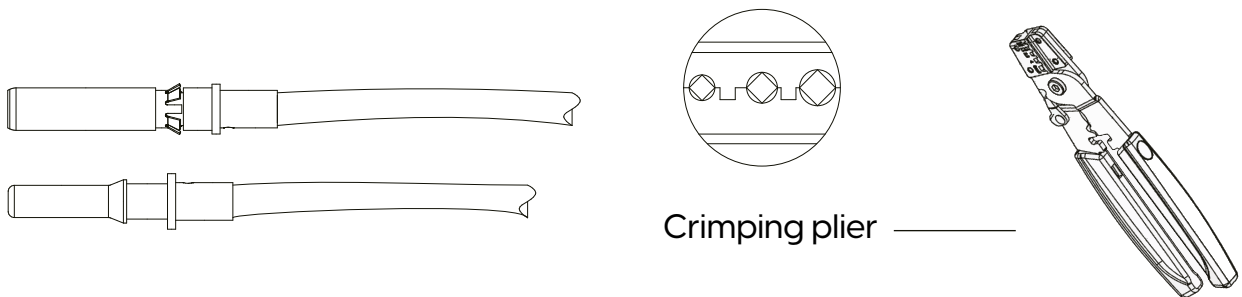

Figura 5.4 Crimpe o pino de contato no fio
- b. Fixe os terminais de crimpagem de metal com um alicate de crimpagem como mostrado na figura 5.4.